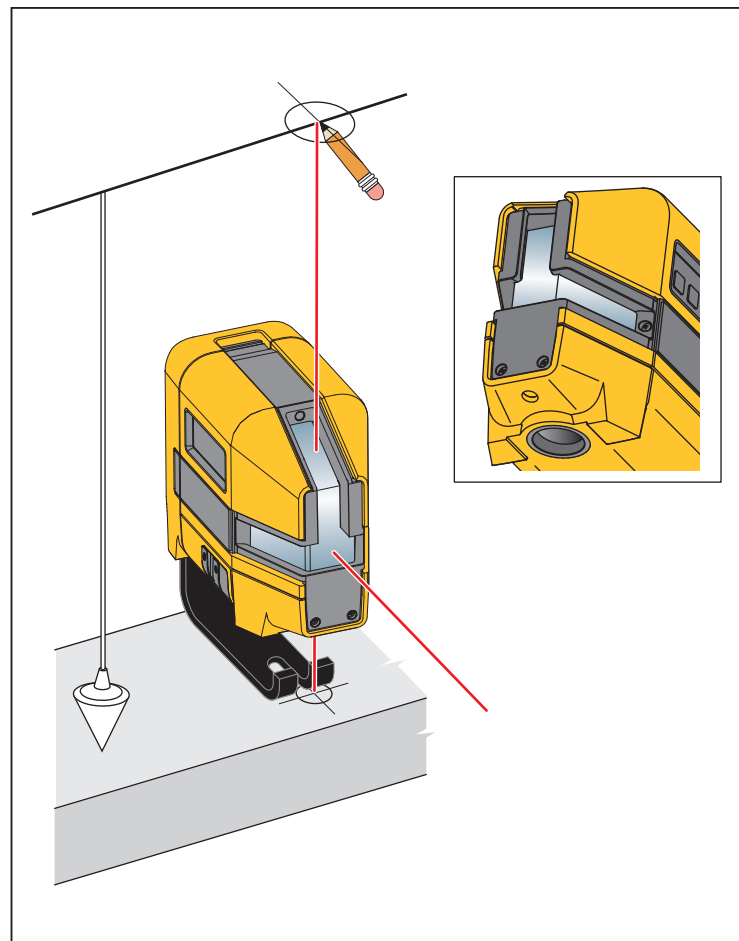

Figure 5. Nouvelle marque d'aplomb
2. Centrez le faisceau descendant sur la croix. Voir la figure 5.